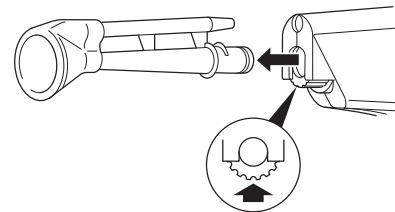

Figura 2 – Para extraer el conjunto de la punta
1. Presione el mecanismo de bloqueo de la punta y retire el conjunto de la punta de la pieza de mano (figura 2).